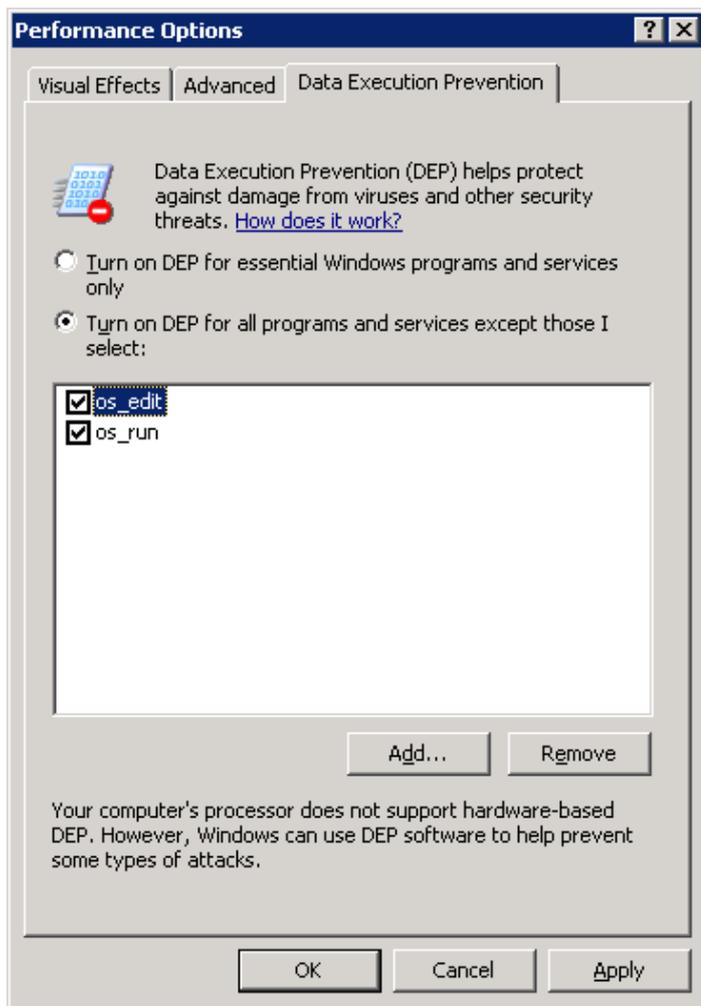

Рисунок 17 - Окно свойств производительности
- в окне свойств производительности (рисунок 17) выбрать закладку **Предотвращение запуска данных («Data execution prevention»)** и отключить **DEP** или добавить в список исполняемые файлы `os_edit.exe` и `os_run.exe`, расположенные в подкаталоге **Bin** каталога с файлами **Квинта**.